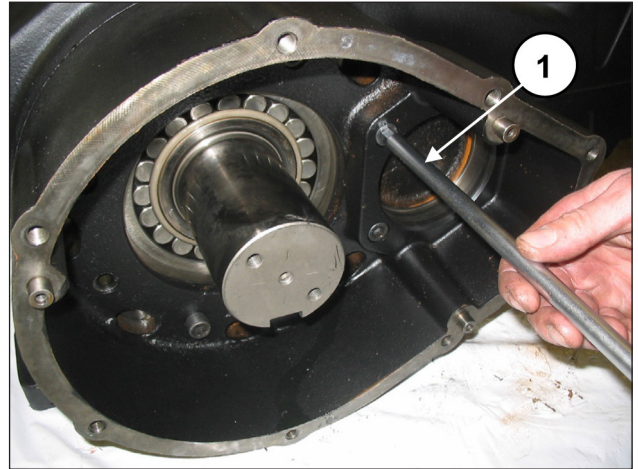
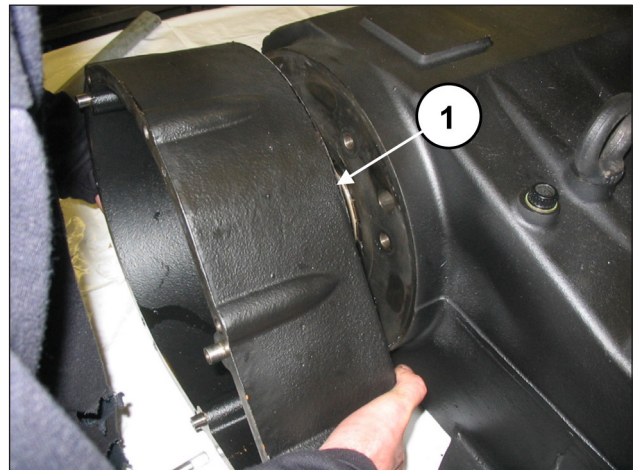

Fig. 21
Fig. 22
De l'autre côté, dévisser les vis de fixation du boîtier du réducteur (rep. ①, Fig. 21) et le déposer (rep. ①, Fig. 22).